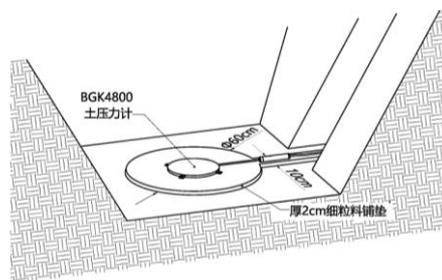

图 2-2 BGK-4800 土压力计安装示意图
2) 将槽底部整平夯实后,按如图 2-2 所示在安装基面铺垫 2cm 厚的细土粒料,然后将土压力计放置在其上用手压实,压实时应注意压力盒的边缘部位,否则可能造成土压力计的永久损坏。